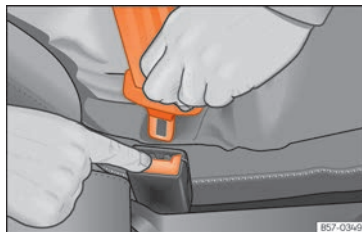

Fig. 25 Soltar la lengüeta del cierre del cinturón.
- Presione la tecla roja en el cierre »» fig. 25. La lengüeta saltará del cierre.